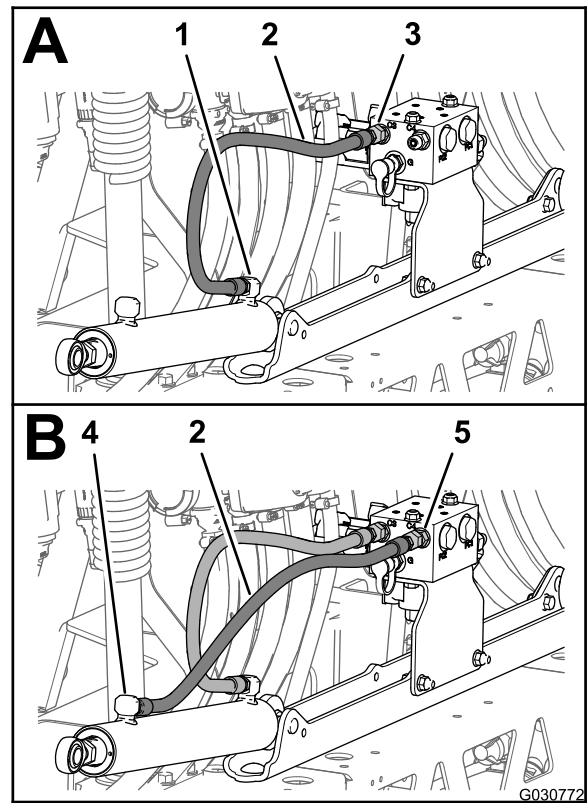
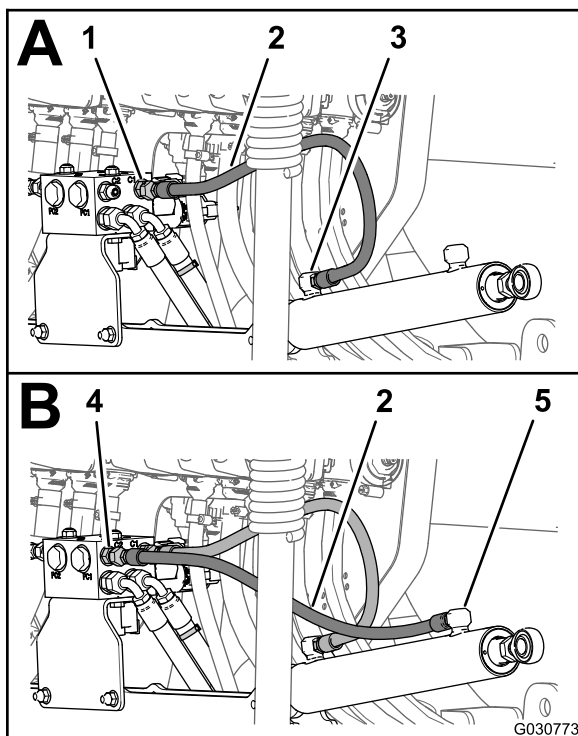

图 129
图 130
- 将新液压软管 ¼ x 24¾ 英寸松松安装到左喷洒臂提升油缸的延长端口与喷洒臂提升阀箱的 C3 端口之间图 129。
- 将新液压软管 ¼ x 24¾ 英寸松松安装到左喷洒臂提升油缸的回收端口与喷洒臂提升阀箱的 C4 端口之间图 129。
- 将新液压软管 ¼ x 24¾ 英寸松松安装到右喷洒臂提升油缸的延长端口与喷洒臂提升阀箱的 C1 端口之间图 130。
4. 将新液压软管 $\frac{1}{4} \times 24\frac{3}{4}$ 英寸松松安装到右喷洒水臂提升油缸的回收端口与喷洒水臂提升阀箱的 C2 端口之间图 130。
5. 上紧提升油缸延长和回收端口的软管接头图 129 和图 130 扭矩至 $2126\text{N}\cdot\text{m}$ 。
6. 上紧喷洒水臂提升阀箱的软管旋转螺母图 129 和图 130 扭矩至 $2430\text{N}\cdot\text{m}$ 。